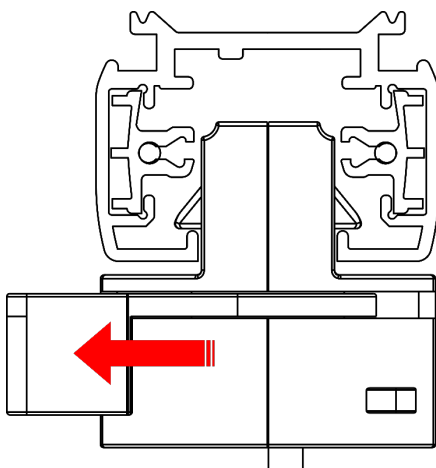

Fig. 12
- 04) Ruotare il **blocco del binario (06)** in senso antiorario per sbloccare il dispositivo (vedere Fig. 12).